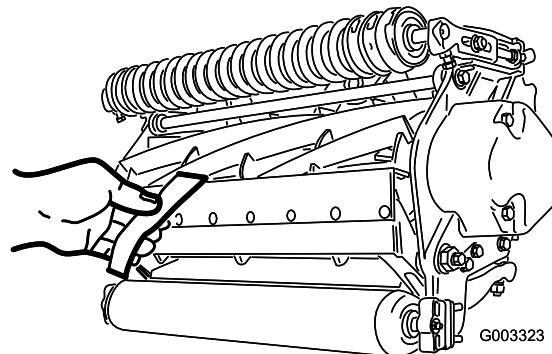

图13
10. 在滚刀与底刀间插入一长条剪切性能纸 Toro 零件号 125-5610 纸要与底刀垂直检测剪切性能 图13。缓慢向前旋转滚刀滚刀应剪切检测纸。